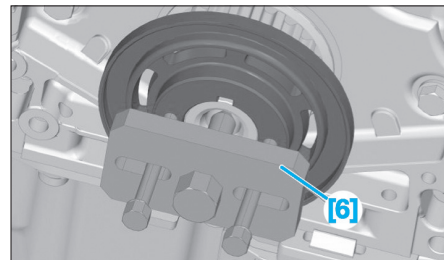

Fig. 11
- la cible du capteur de position vilebrequin à l'aide de l'outil [6] (Fig.11).